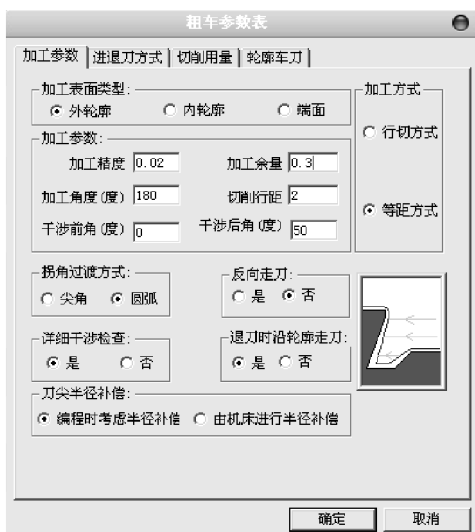
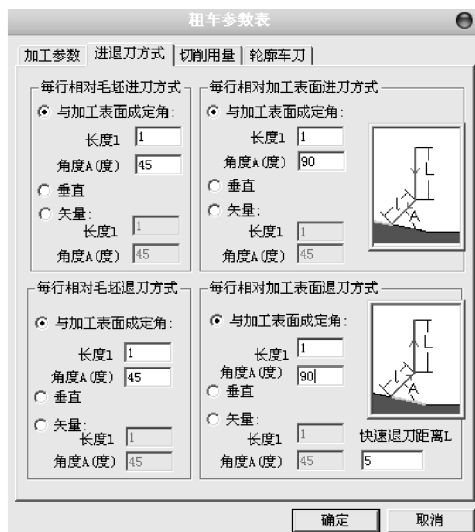
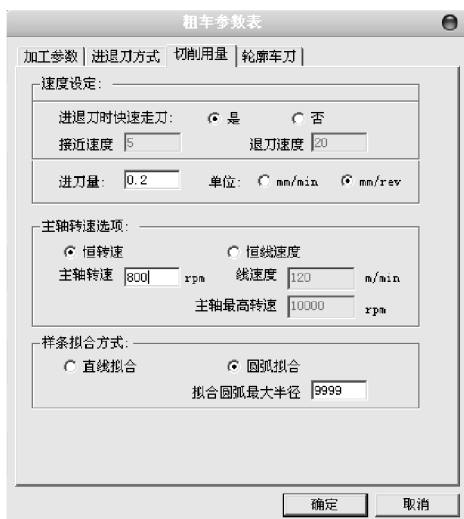
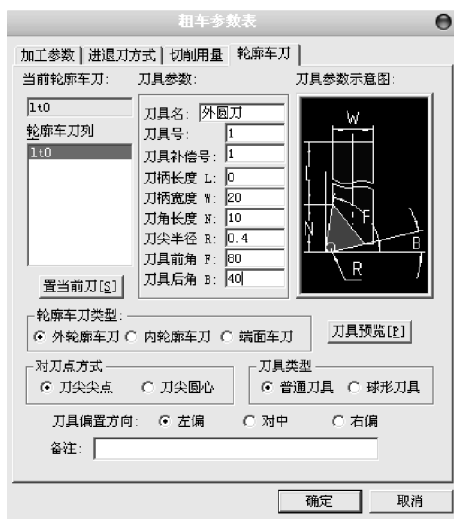

图 8-152 外轮廓粗车加工参数设置
图 8-153 外轮廓粗车进退刀方式参数设置
图 8-154 外轮廓粗车切削用量参数设置
图 8-155 外轮廓粗车轮廓车刀参数设置
1) 在菜单栏中选择【数控车】→【轮廓粗车】命令, 或者单击【数控车】工具栏中的按钮, 系统弹出【粗车参数表】对话框, 单击【加工参数】选项卡, 设置的参数如图 8-152 所示; 单击【进退刀方式】选项卡, 设置的参数如图 8-153 所示; 单击【切削用量】选项卡, 设置的参数如图 8-154 所示; 单击【轮廓车刀】选项卡, 设置的参数如图 8-155 所示, 设置完成后单击【确定】按钮。